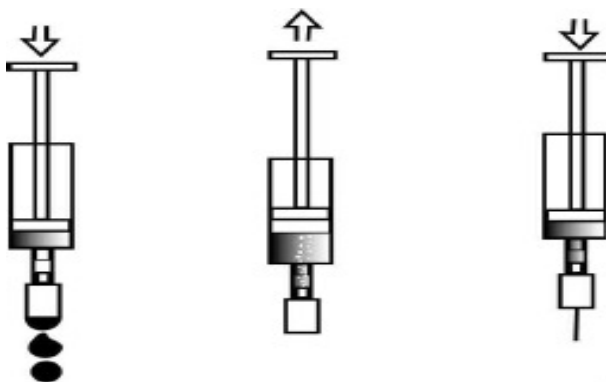

Рис.13 Промывка соплового элемента
6. Вставить сопло в трубочку шприца, как показано на рис. 13.